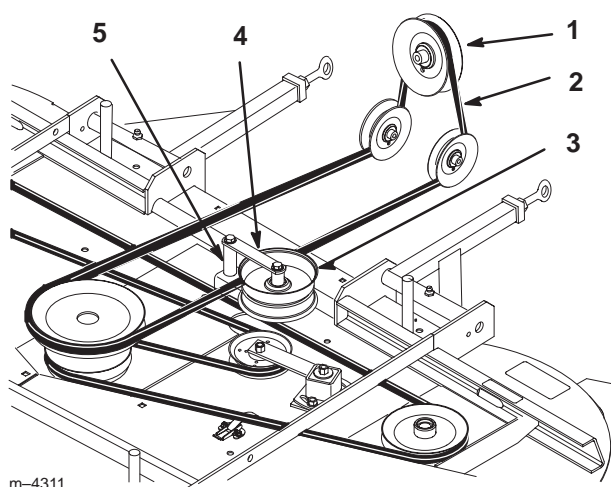

Figure 63
3. Déposez la courroie d'entraînement de PdF de l'embrayage, des poulies de tension arrière et de la poulie centrale supérieure du plateau de coupe (Fig. 63).
4. Retirez le boulon, l'écrou, la rondelle et l'entretoise de l'ensemble support de poulie de tension. Retirez la courroie de l'ensemble support (Fig. 63).
6. Placez la courroie dans l'ensemble support de poulie de tension. Remettez le boulon, l'écrou, la rondelle et l'entretoise dans l'ensemble (Fig. 63).